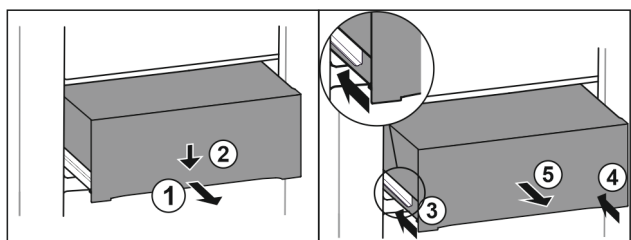

Fig. 80
- Trekk skuffen ut halvveis. Fig. 80 (1)
- Skyv skuffen foran nedover. Fig. 80 (2)
- Sett inn den venstre skinnen ca. 2 cm. Fig. 80 (3)
- Sett inn den høyre skinnen ca. 2 cm. Fig. 80 (4)
- Ta ut skuffen framover. Fig. 80 (5)